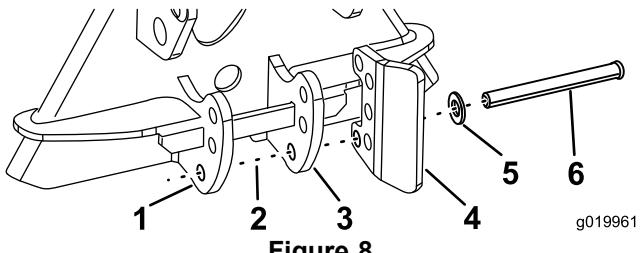
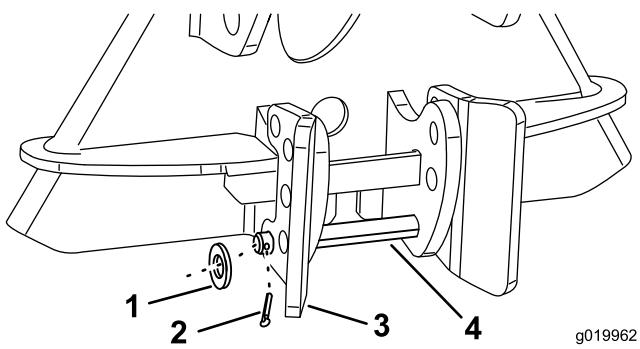

Figure 8
Figure 9
1. Placez l'axe de chape et une rondelle dans le trou inférieur de l'une des plaques de butée de râteau, à travers la plaque de butée droite et le mécanisme de verrouillage (Figure 8).
2. Insérez l'axe dans la plaque de butée gauche et le trou inférieur de l'autre plaque de butée de râteau (Figure 8 et Figure 9).
3. Glissez une rondelle sur l'axe de chape et fixez-la avec une goupille fendue, en repliant les extrémités de celle-ci pour la fixer en place (Figure 9).